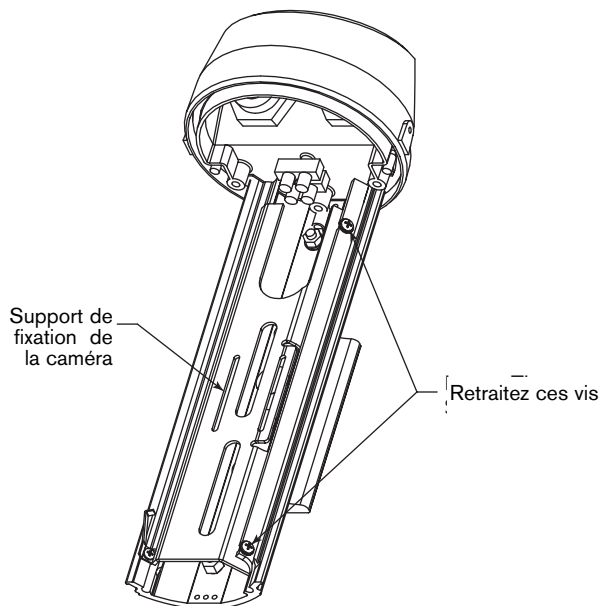

FIGURE 3 Retrait du support de fixation de la caméra
1. Retirez les deux vis qui maintiennent le support de fixation de la caméra à la base de l'unité. Vous n'êtes pas obligé de les retirer intégralement. Veuillez vous référer à la figure 3.